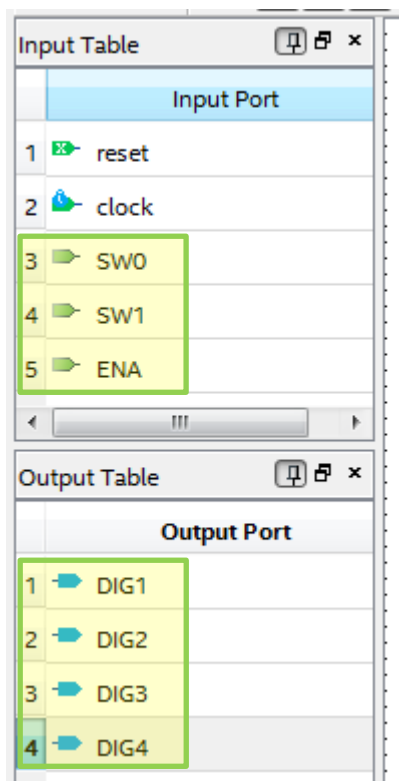

Рис. 13 Создание новых входных и выходных сигналов конечного автомата
3.7. С помощью инструмента  (либо ПКМ → **Insert New**) создайте новый выходной сигнал **output1**. Затем выделите его, с помощью правой кнопки мыши выберите из выпавшего списка опцию **rename** (либо дважды кликните ЛКМ на имени, либо выделите мышкой и нажмите **Enter**), и затем в окне редактирования с выбранным именем задайте новое имя **DIG1** (рис. 13).